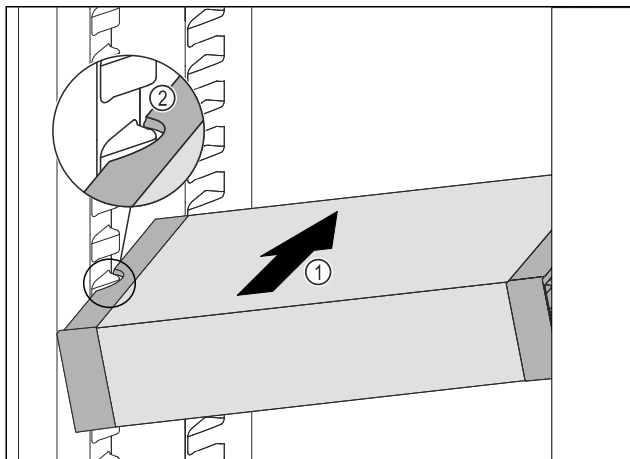

Fig. 100
- ▶ VarioSafe schräg in das Kühlteil einschieben Fig. 100 (1), bis sich die seitlichen Aussparungen Fig. 100 (2) des VarioSafes auf Höhe der Behälterrippe im Kühlteil befinden.